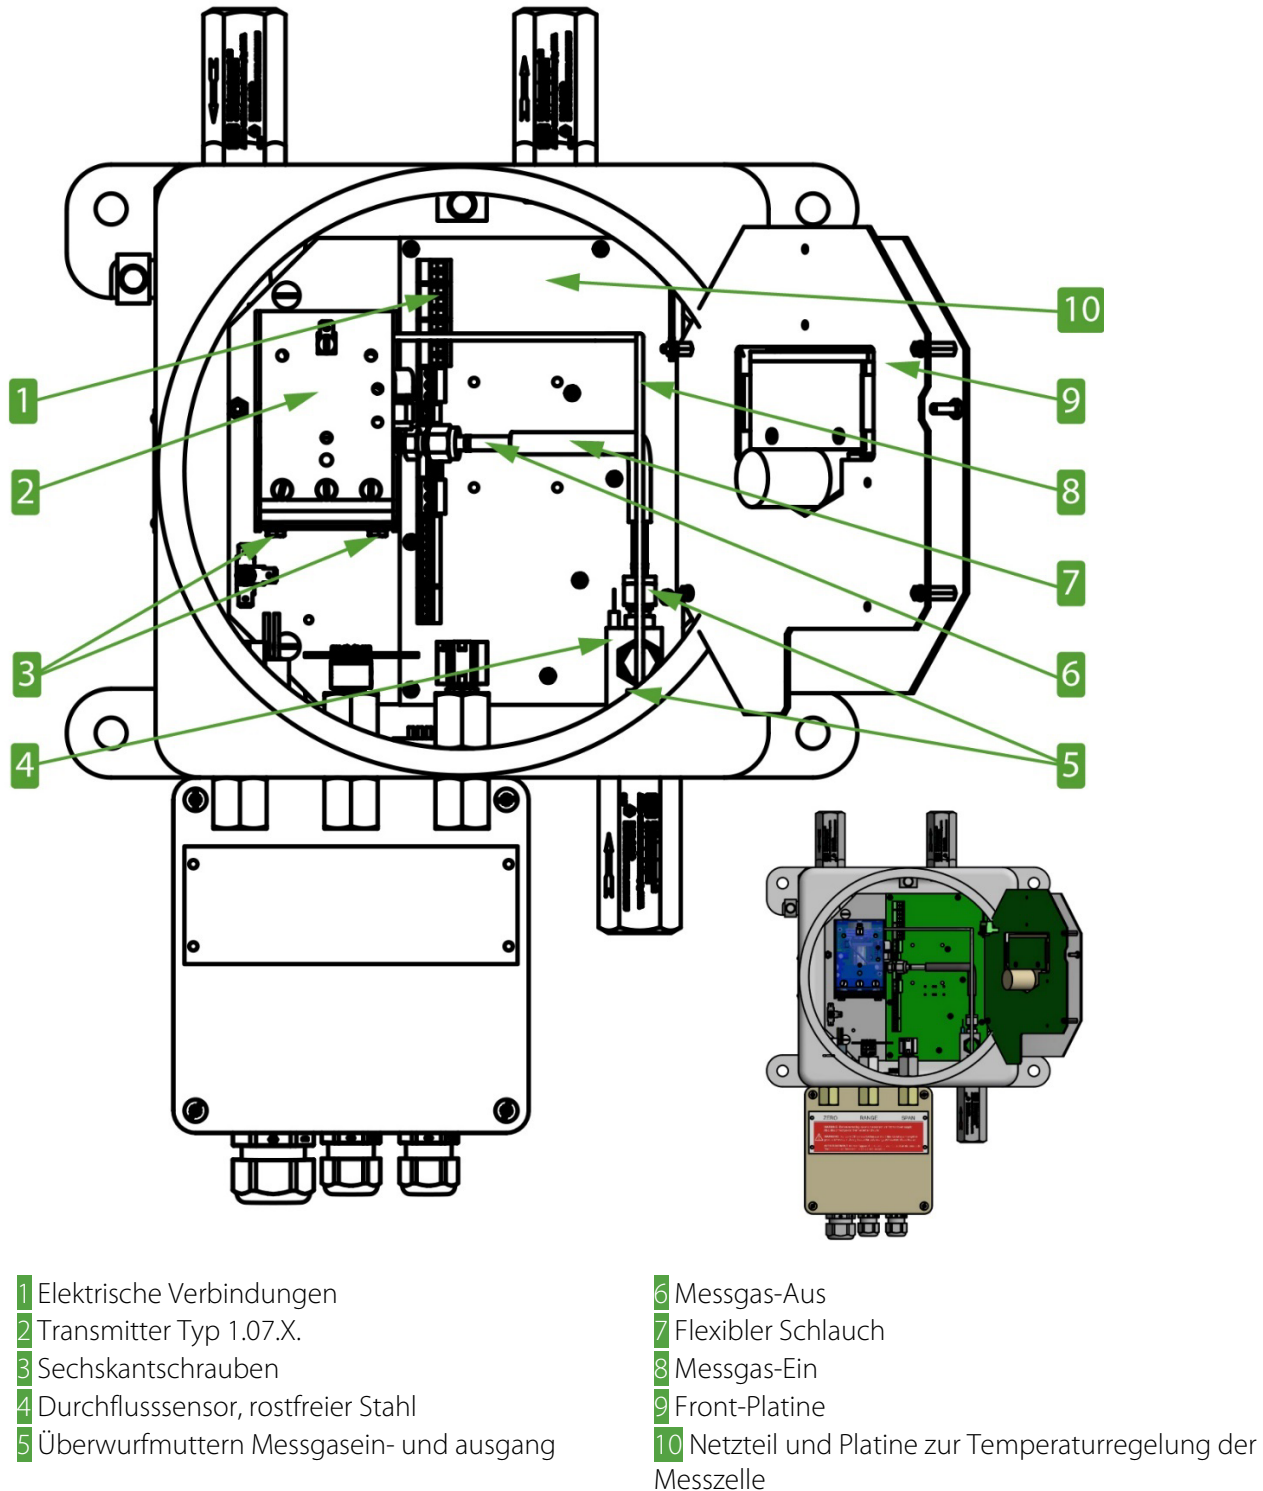

Abbildung 7 Schematische Darstellung des internen Analysatoraufbaus
Abbildung 7 zeigt den schematischen internen Aufbau des Analysators **PMA50 EX**.
- Schlauchverschraubung **5** (s. Abbildung 7) des Messgasein- und -ausgangs lösen;
- Erdkabel (grün-gelb) der Transmittereinheit lösen (**2** s. Abbildung 7);
- 4 Sechskantschrauben **3** (s. Abbildung 7) an der Transmitter-Montageplatte lösen;
- Überwurfmutter **5** an Messgaseingang **8** und -ausgang **6** (s. Abbildung 7) lösen.